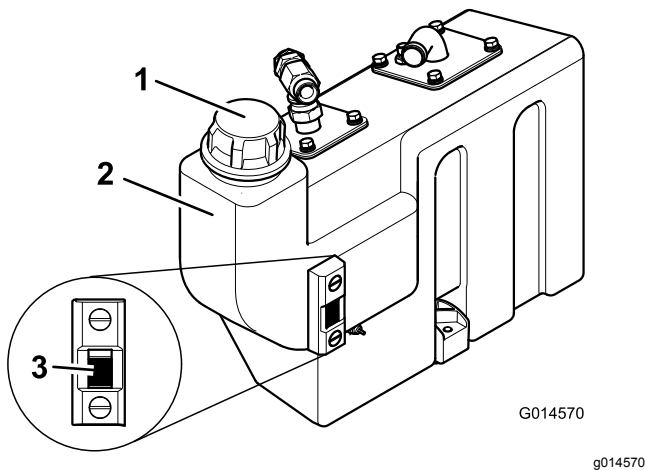

Figure 55
3. Si devez ajouter de l'huile hydraulique, nettoyez la surface autour du goulot de remplissage et du bouchon du réservoir hydraulique (Figure 55) puis retirez le bouchon.